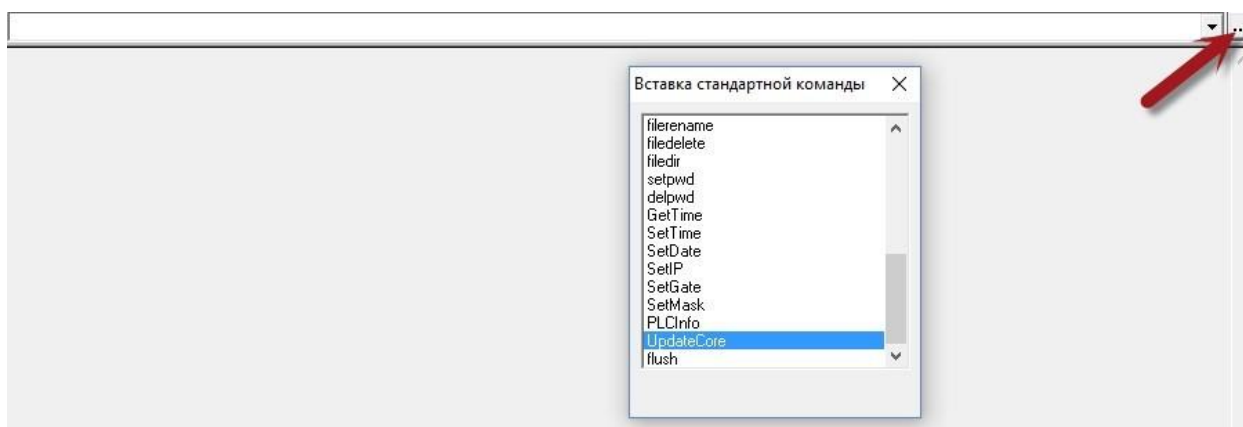

Рисунок 1.4. Окно стандартных команд ПЛК-Браузера
10. Выбрать команду «UpdateCore» из списка стандартных команд (рисунок 1.4).